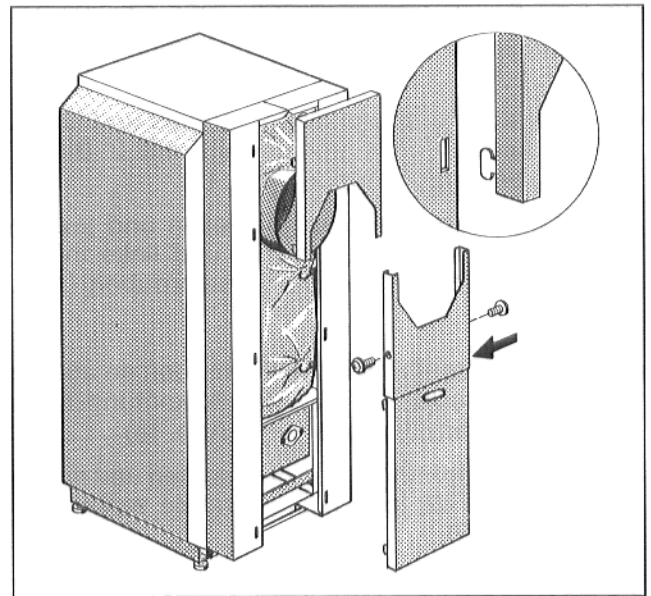

Abb. 12
- Obere Blende mit den Haken in die 4 Schlitzte der rechten und linken Vorderwand über dem Abgasstutzen einhängen (Abb. 12).
- Untere zweiteilige Blende so verschieben, daß die Haken mit den Schlitzten in den Vorderwänden deckungsgleich sind (Abb. 12).
- Komplette untere Blende mit den Haken in die 4 unteren Schlitzte der linken und rechten Vorderwand einhängen (Abb. 12).
- Blendenteile mit je einer Blechschraube rechts und links fixieren (Pfeil – Abb. 12).